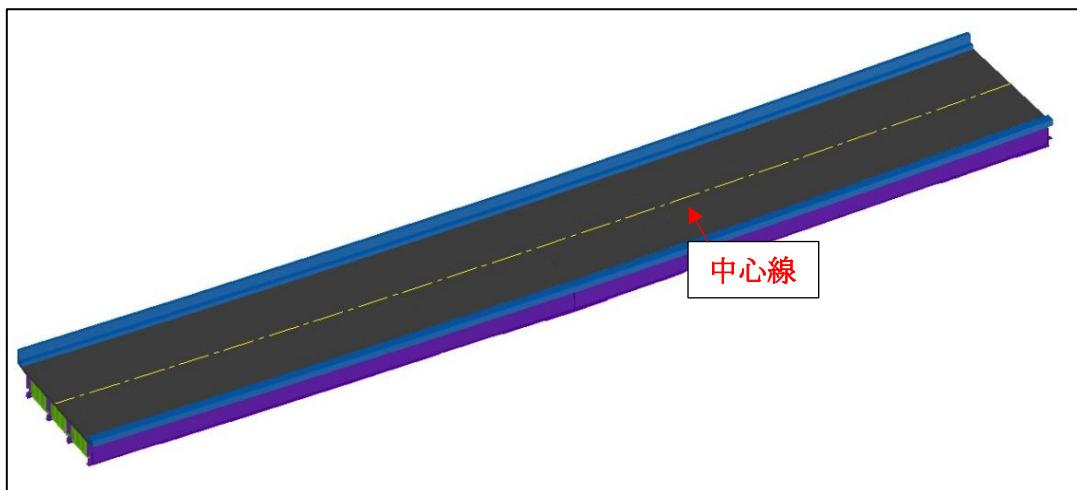

図 4-3 上部工 3DA モデルにおける道路中心線の例
- 橋梁上部工では、補足幾何形状は構造基準線（道路中心線、構造物中心線等）が該当する（図 4-3 参照）。鋼橋の場合は主げた WEB ライン等の構造モールド線（線形図に記載されているラインと座標点）を付加する。